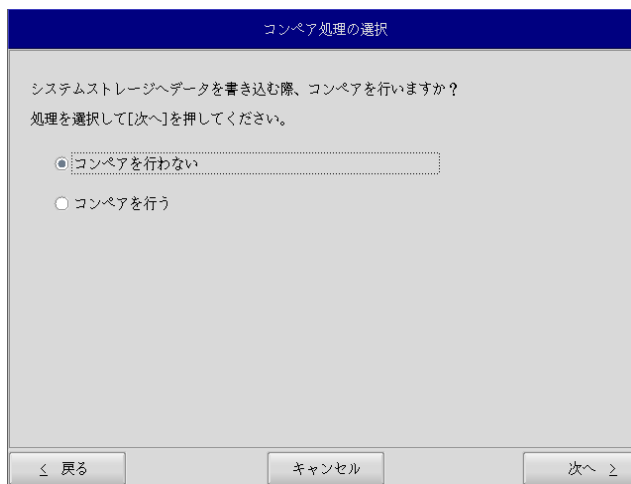

図 5-2-5. コンペア処理選択画面
- ⑩ コンペア処理の選択画面(図 5-2-5)が表示されます。